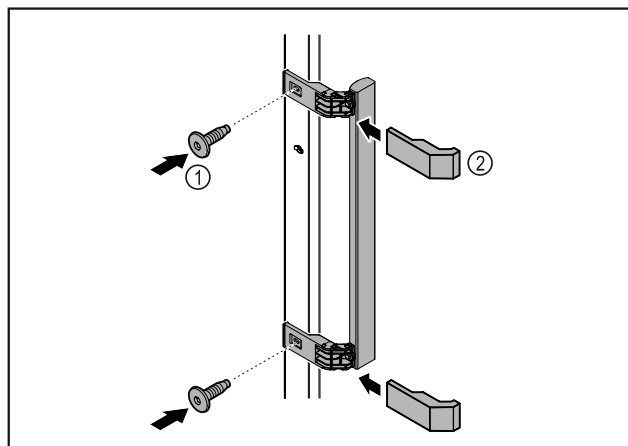

Fig. 3
- Установите на двери ручку из набора принадлежностей, используя прилагающиеся винты Fig. 3 (1).
- Установите облицовку Fig. 3 (2).